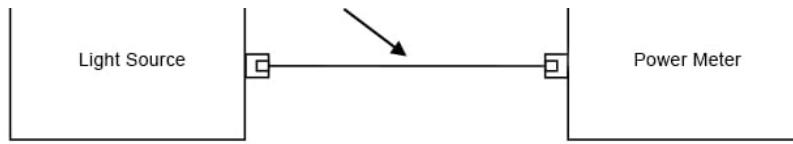

图 9. 使用单线设置参照
- a. 使用发射光纤在光源和功率计之间设置参照（见图 9）。